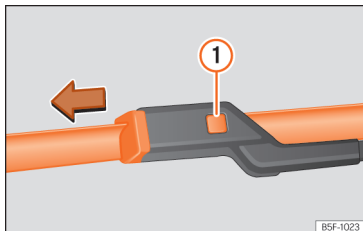

Abb. 160 Scheibenwischerblätter vorne auswechseln.
- Die Entriegelungstaste >>> (Abb. 160) ① gedrückt halten und gleichzeitig das Scheibenwischerblatt vorsichtig in Pfeilrichtung abziehen.